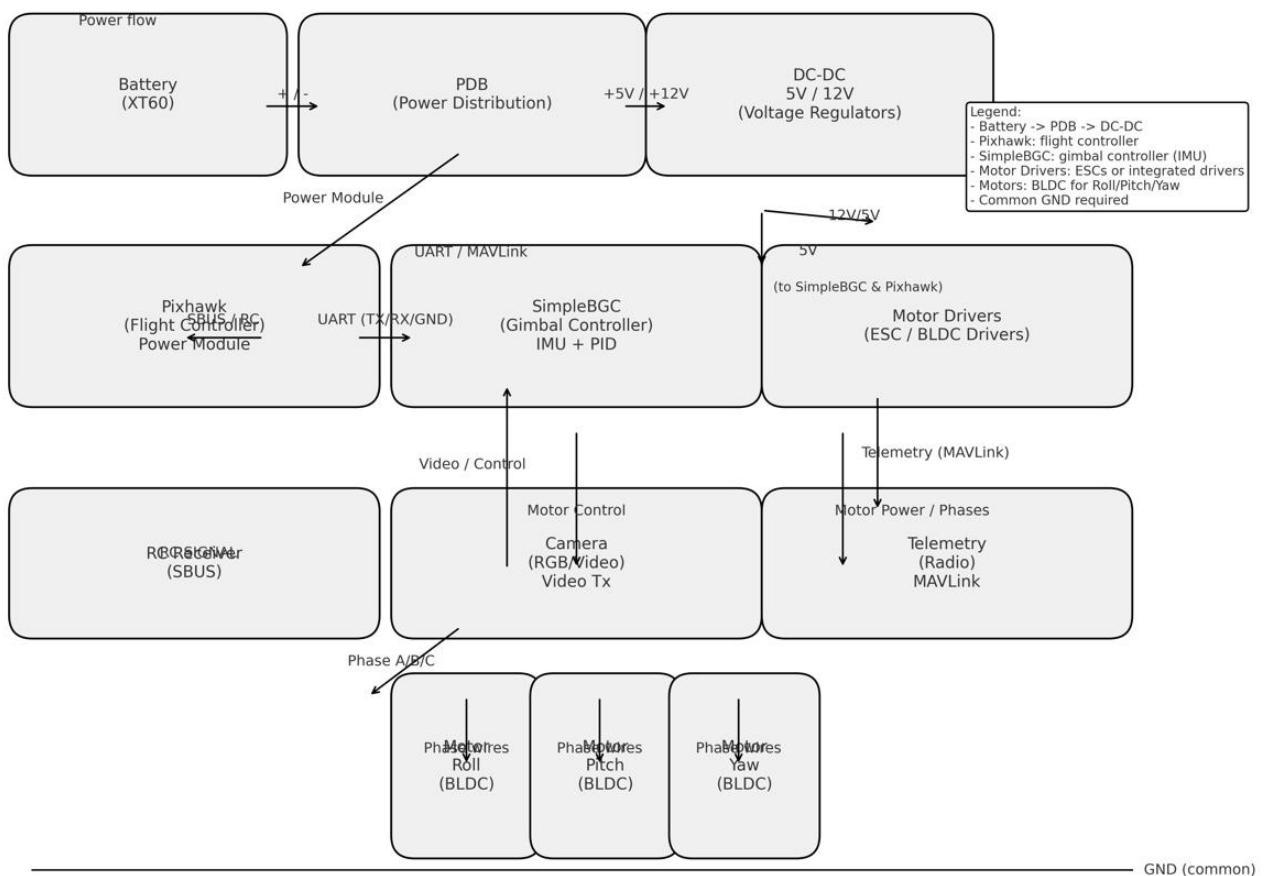

Рисунок 1 – Схема керування підвісом
Схема зображена на рис.1 показує, як пов’язані джерело живлення, польотний контролер (Pixhawk), контролер підвісу (SimpleBGC), IMU, драйвери двигунів, самі BLDC-моторчики, камери (RGB і тепловізор), відео-перемикач, приймач радіоуправління (RC), та наземна станція (Mission Planner).